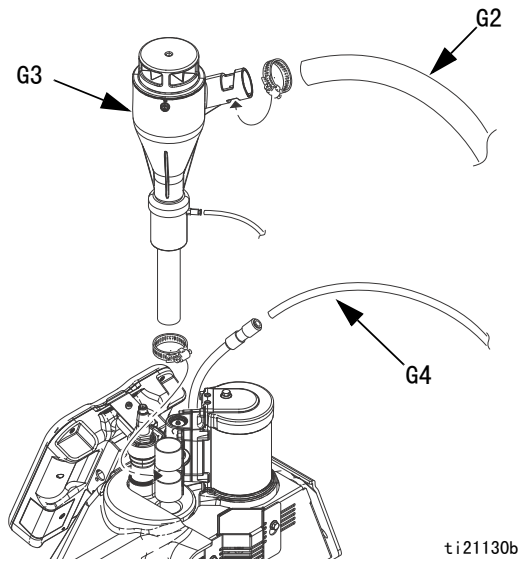

图 7
2. 将真空输送入口漏斗 (G3) 安装到系统上。参见图 7。
3. 将外径为 1.3 英寸 (33 毫米) 的干净真空输送软管 (G2) 插入真空输送漏斗 (G3) 入口处，并用软管夹固定。参见图 7。
4. 将随附的外径为 3/8 英寸的长空气管路 (G4) 与系统的空气管路上 3/8 英寸的一键连接式接头相连。参见图 7。